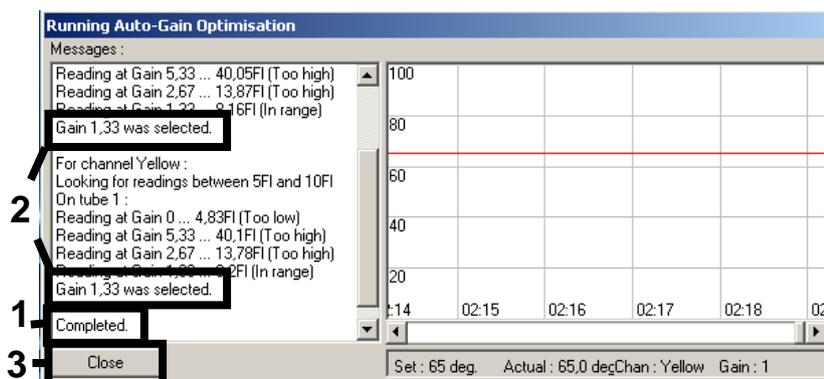

Abbildung 4. Verstärkungsoptimierung abgeschlossen. Notieren Sie die Verstärkungswerte (in diesem Fall „1,33“ für beide Fluoreszenz-Kanäle).
- Das Dialogfenster **Running Auto-Gain Optimisation** (Durchführung der automatischen Verstärkungsoptimierung) öffnet sich. Warten Sie, bis der Vorgang beendet ist und die Meldung **Completed** in diesem Fenster erscheint (siehe Abb. 4). Notieren Sie die gewählten Werte für beide Kanäle und schließen Sie anschließend das Fenster durch einen Klick auf **Close** (Schließen) (siehe Abb. 4).